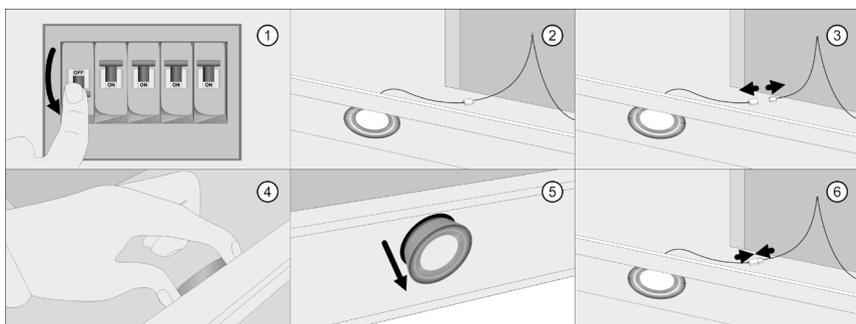

Рис. 15 Замена ламп освещения
Перед заменой ламп следует отключить изделие от сети питания. (Рис. 15. 1)
1. Поднять стекло вытяжки и извлечь жировой алюминиевый фильтр; (Рис. 15. 2)
тания лампы, нажав на фиксатор на нем; (Рис. 15. 3)
3. Изнутри вытяжки нащупать две фиксирующие пластины лампы, сжать их пальцами и вытолкнуть лампу вниз; (Рис. 15. 4, 5)
4. Установить новую лампу того же типа и характеристик (12 В, 1,5 Вт), и последовательно подключить к питанию. (Рис. 15. 6)